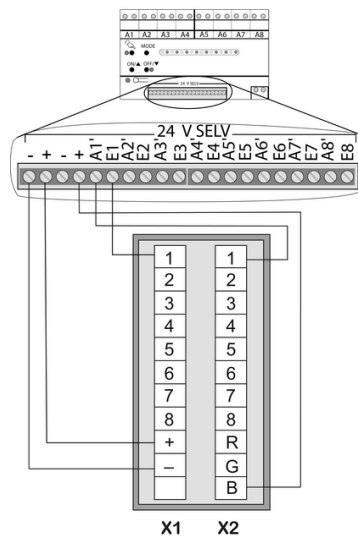
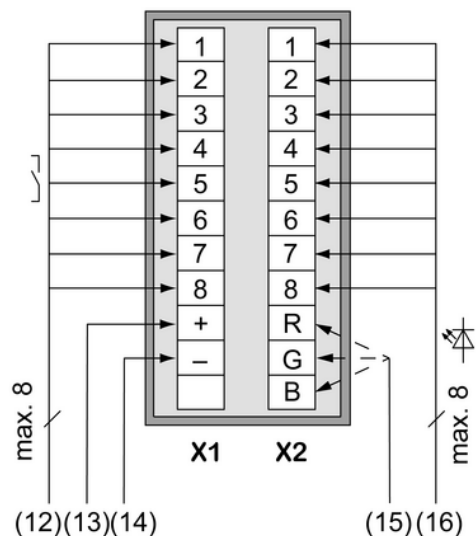

Bild 3: Anschlussbeispiel Kanal 1 mit Status-LED und blauer Betriebs-LED.
Bild 4: Anschlussbeispiel Tastsensor-Modul 4fach
- (6) Tastsensor-Modul
- (7) Abdeckung Beschriftungsfeld
- (8) Befestigungsschrauben, Kunststoff
- (9) Tasten
- (10) Anschlussleitung, max. 19-Adrig
- (11) Dosenschrauben
- Tragrings (4) lagerichtig auf eine Gerätedose montieren. Kennzeichnung **TOP** = oben beachten. Ausschließlich beiliegende Dosenschrauben (11) verwenden.
- Rahmen (5) auf Tragrings stecken.
- Tastsensor-Modul (6) gemäß Anschlussbeispiel an Relaisstation oder Dimmstation anschließen (Bild 3)(Bild 4).